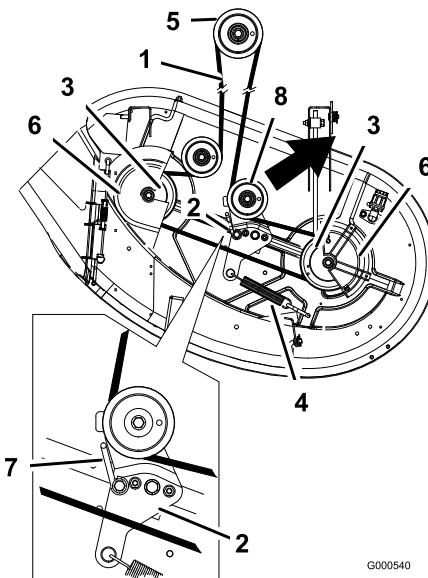

Figura 50
- Togliete i paracinghia dai fuselli esterni ed allentate il guidacinghia (Figura 50).
- Tirate la puleggia tendicinghia nel senso riportato nella Figura 50, e togliete la cinghia dalle pulegge.
- Montate la nuova cinghia attorno alla puleggia del motore ed a quelle del tosaerba (Figura 50).
- Tirate la puleggia tendicinghia nel senso riportato nella Figura 50, e montatela sulla puleggia tendicinghia (Figura 50).
- Fare girare il guidacinghia, sul braccio di rinvio, verso la puleggia finché non si ferma (Figura 50).
- Serrate il guidacinghia (Figura 50).